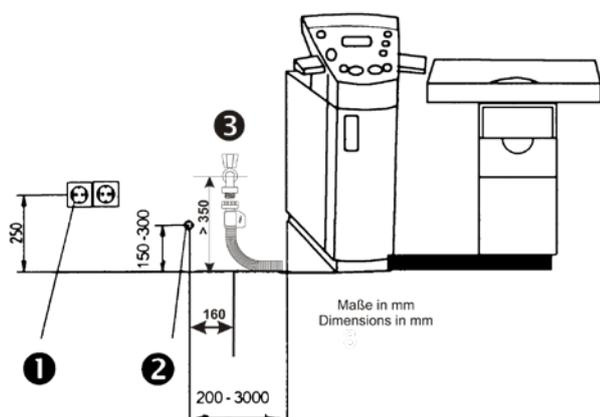
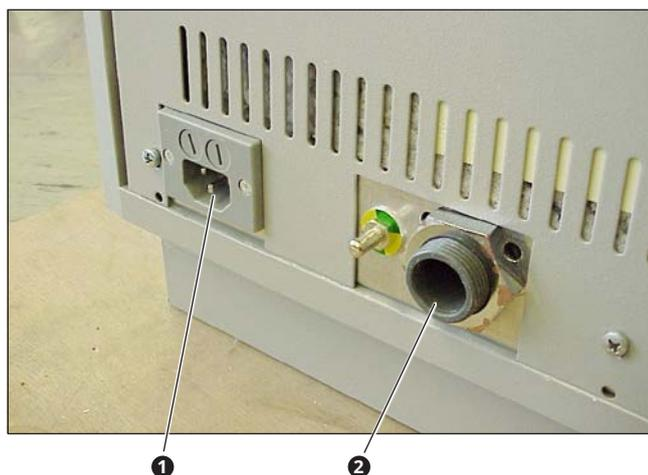

Fig. 3.
Fig. 4.
- ❶ Connecteur d'appareils froids
- ❷ Prise pour tuyau d'évacuation des eaux usées
- L'ATMOS C 21 / C 31 est branché à une prise de courant avec terre, qui est installée à proximité de l'appareil (max. 3 m, de préférence sur le côté gauche, à côté de la colonne de fonction (voir Fig. 3)).
- Brancher le tuyau d'évacuation d'eau à l'appareil (❷, fig. 4) et à l'élément de raccordement G3/4" (insérer le joint d'étanchéité correspondant).
- Raccorder la fiche mâle de l'appareil (❶, fig. 4) à la prise secteur avec mise à la terre à l'aide du câble fourni.
- Raccorder la prise des eaux usées (❷, fig. 4) à la sortie d'eau (❷, fig. 3).